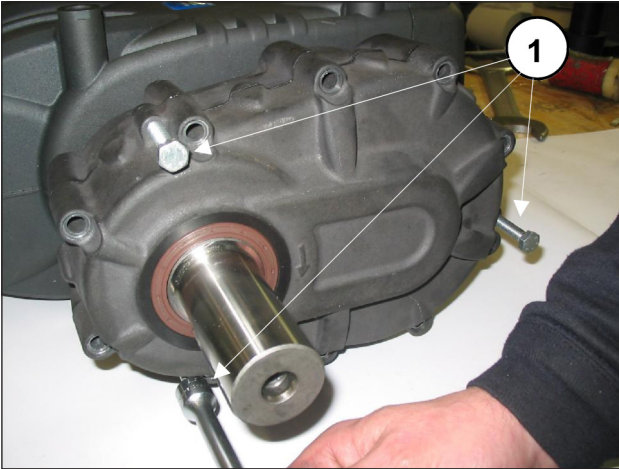
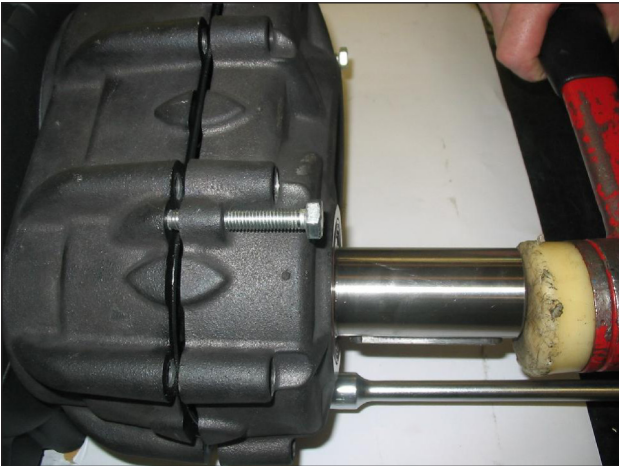

Abb. 16
Abb. 17
- Drehen Sie in die entsprechenden Bohrungen 3 Stiftschrauben oder Gewindeschrauben M8 (Abb. 16, Pos. ①) als Abzieher ein und schlagen Sie gleichzeitig auf das Ritzel, damit sich das Lager beim Abnehmen des Deckels nicht vom Ritzel löst (Abb. 17).